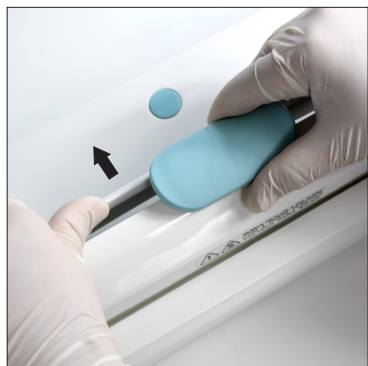

Fig. 5
**Cambio de las láminas** – ¡**CUIDADO AL MANOSEAR LAS LÁMINAS!** Posicione el soporte de las láminas de corte en el centro, empuje la guía (Fig. 5) y retire el soporte de las láminas (Fig. 6). Apoye el soporte en la guía (Fig. 7) y retire los tornillos. Retire las láminas antiguas (Fig. 8), coloque las nuevas (n.º 23) y repita el proceso inversamente. Para colocar nuevamente el soporte, posiciónelo en el centro, verifique si la punta de la lámina está alineada a la ranura guía y presione para abajo. ¡**ATENCIÓN!** Las láminas son afiladas, es necesario cuidado al manosearlas.